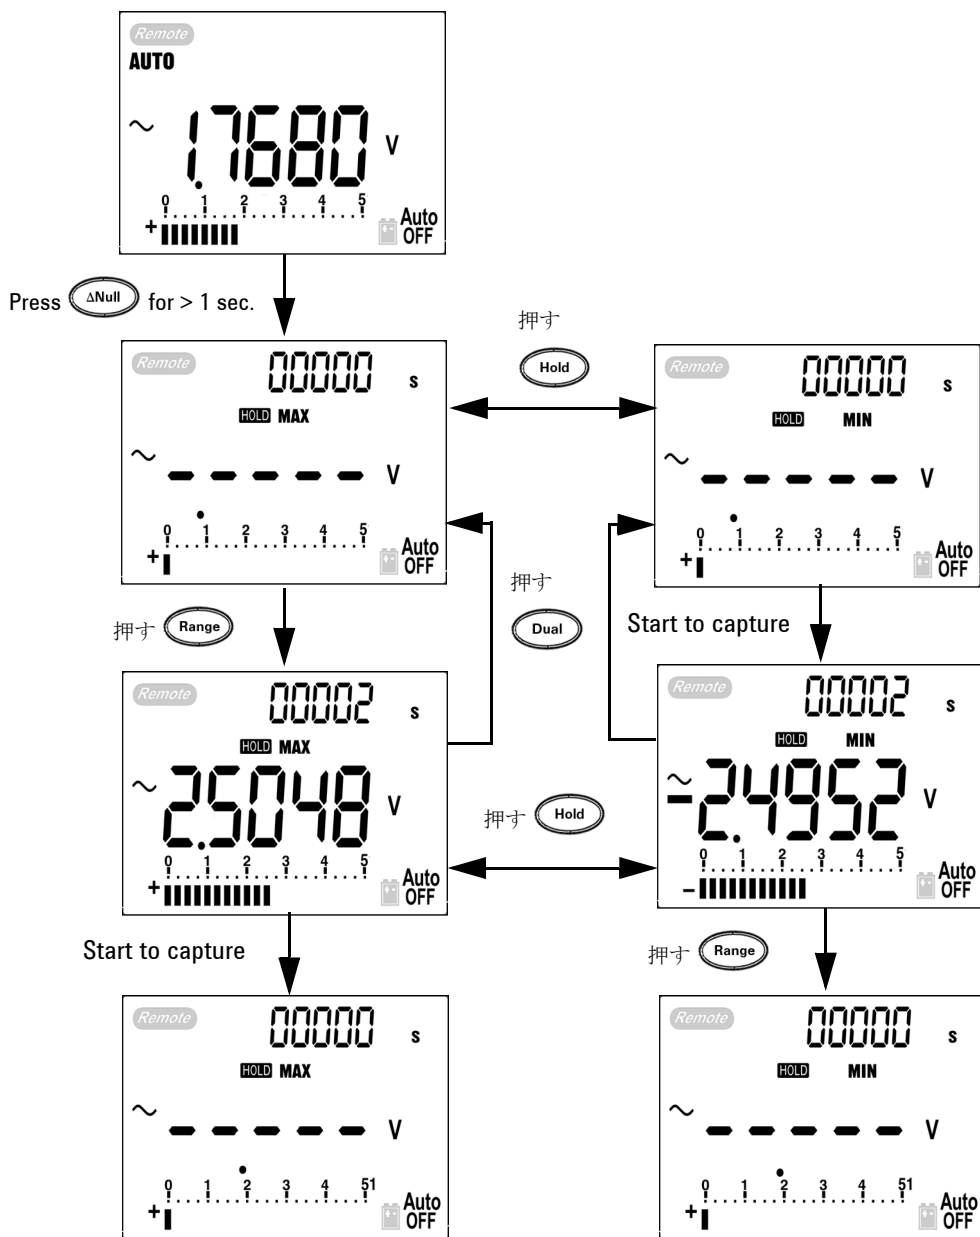

図 3-6 1 ms peak hold モードの操作
- 4 図 3-6 の測定によると、クレスト・ファクタは $2.5048 / 1.768 = 1.416$ になります。